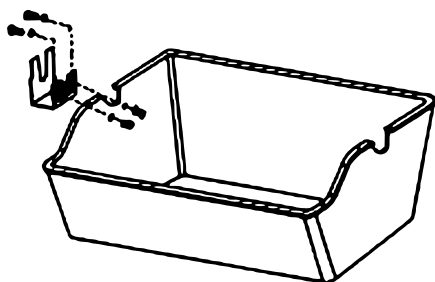

Figure 1
1. Montez le support-moteur sur la partie latérales de la chambre de combustion du barbecue (**Fig. 1**).